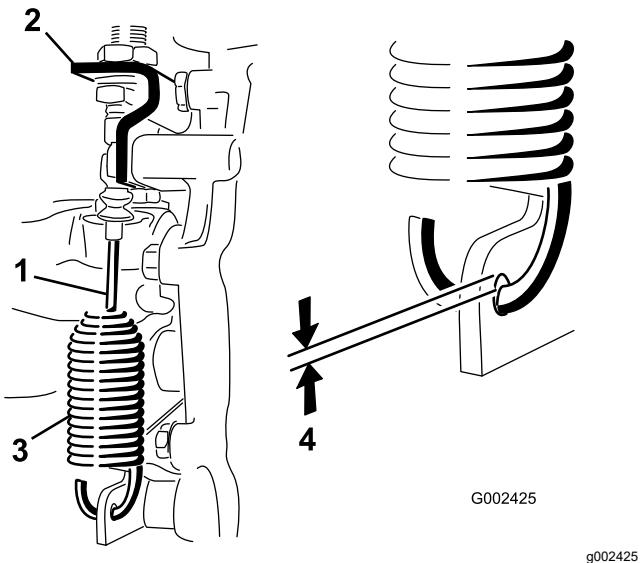

Bild 49
2. Lösen Sie die Klemmmuttern, mit denen das Differentialsperrkabel am Getriebe befestigt ist (Bild 49).